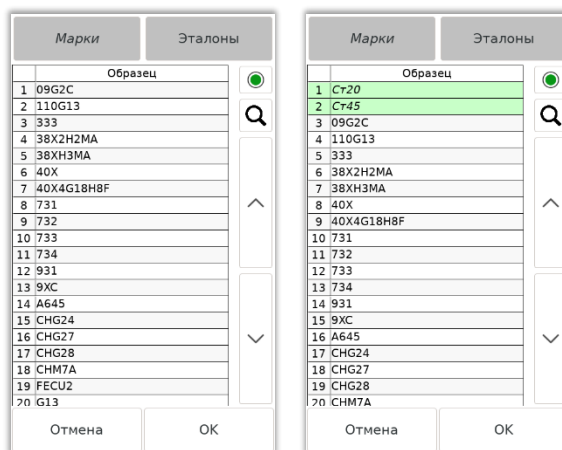

Рисунок 39 Окно выбора калибровочных образцов
5.8.6.2. Выбор образцов для калибровки (Рисунок 39).